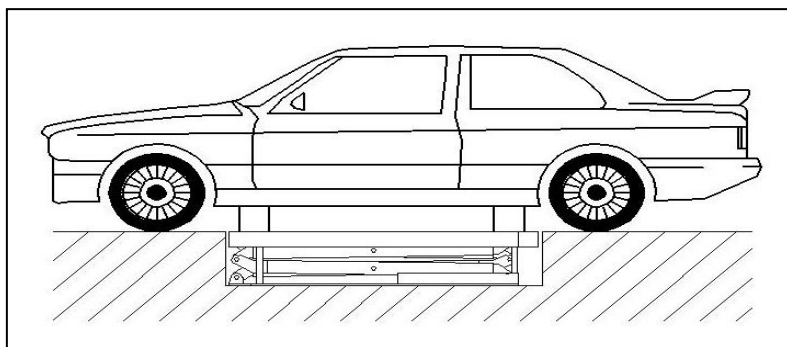

Figura 7
- Tenha certeza que o veículo está posicionado corretamente (figura 7).